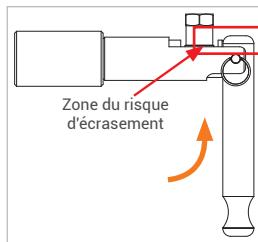

Figure 6
Prudence : n'approchez pas vos doigts du piston (*Figure 6*). Vous pouvez vous coincer ou écraser les doigts lors de l'actionnement du levier de serrage (Pos. 2).
- ▶ Actionnez le levier de serrage (pos. 2) à 90° en arrière dans sa position de sortie (*Figure 6*).